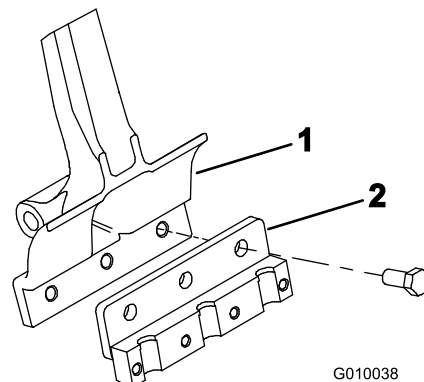

Figure 23
2. Montez un porte-louchets sur chaque bras d'aération avec 3 boulons (1/2 x 1-1/4") (Figure 23). Serrez les boulons à 101,6 Nm.